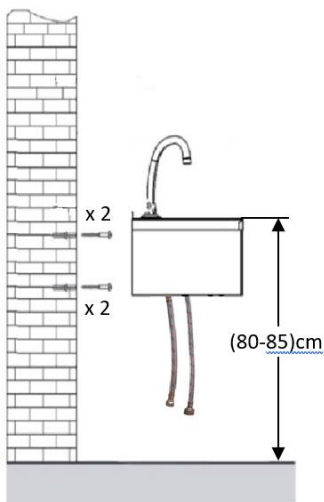

Fig.5
- Hang het product aan de muurschroeven die al op de muurpluggen zijn gericht en draai ze vervolgens vast zodat het product veilig staat (afb.5). Het is essentieel om te controleren of het waterpas staat en goed vastzit!